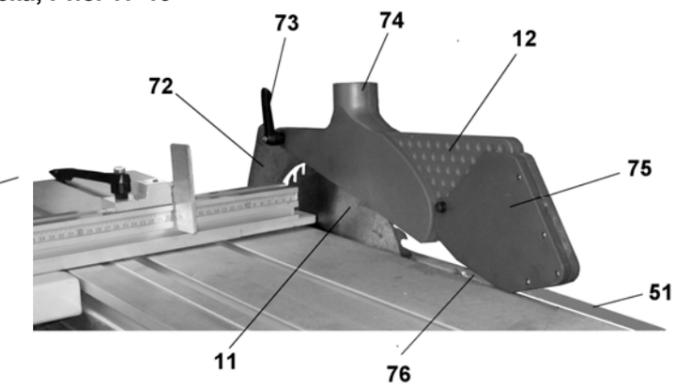

Рис.18
8.8.4. Как показано на Рис.18 установите защитный кожух (12) и ручкой (73) закрепите его на расклинователе (72).